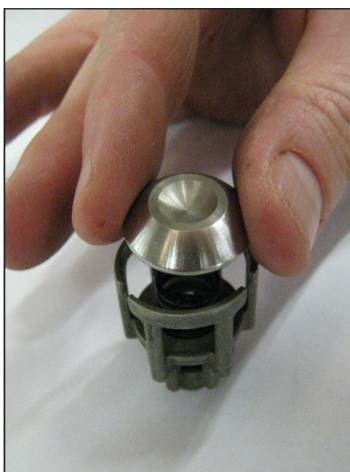
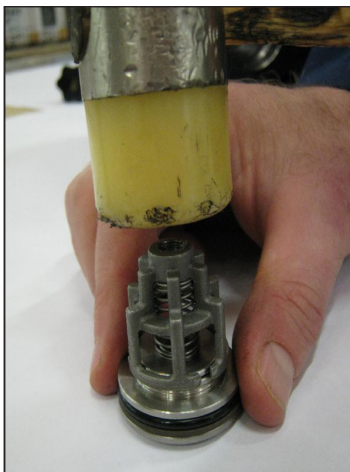

Fig. 33
Fig. 34
- 1 Durante l'assemblaggio dei gruppi valvola di aspirazione e mandata (Fig. 33, Fig. 34). Prestare particolare attenzione a non invertire le molle di aspirazione con quelle di mandata precedentemente smontate: